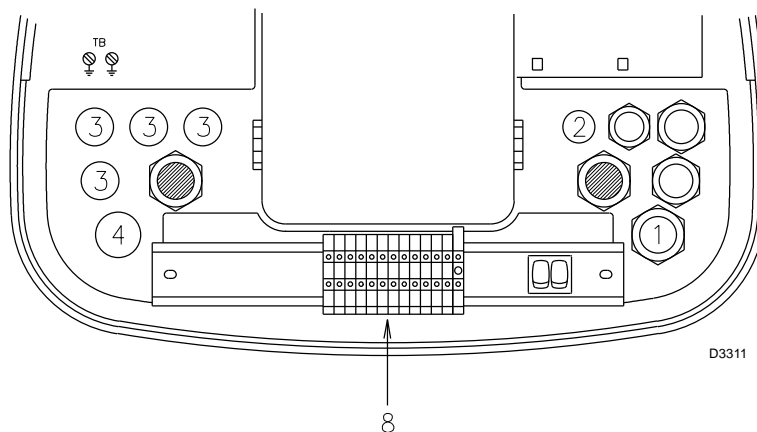

Fig. 15
Todos los cables que deben conectarse a la caja de bornes (8) del quemador (Fig. 15) deben pasar por el pasacables en dotación. Los pasacables y los orificios predispuestos pueden ser utilizados en diferentes modos.